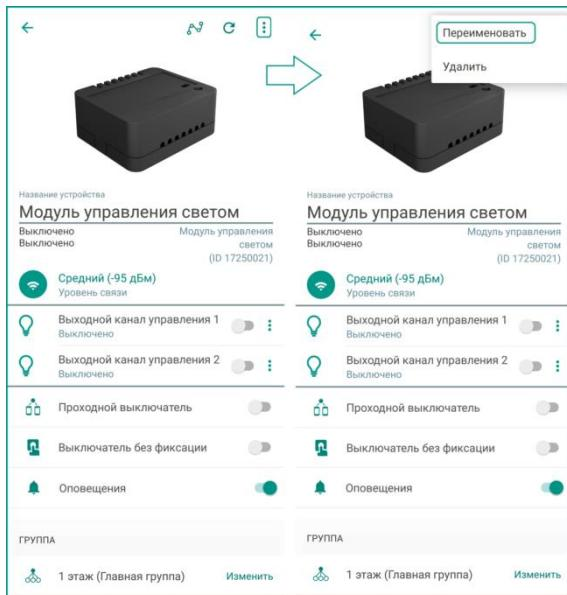

Рисунок 12.2 – Вызов меню на экране настройки модуля
- В меню выберите пункт Переименовать (см. рисунок 12.2).